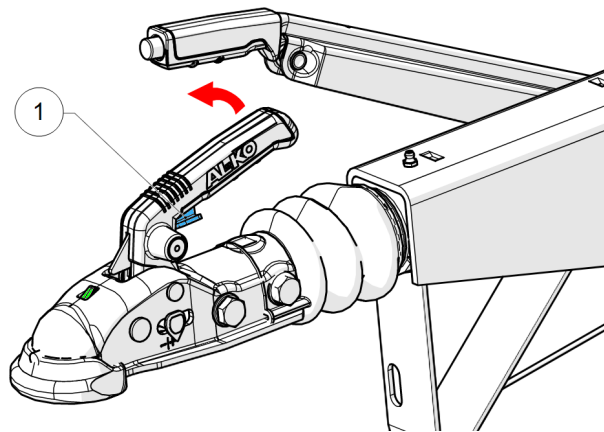

Abbildung 22 - Kugelpkupplung
5. Halten Sie den Griff an der Kugelpkupplung fest, drücken Sie die Sperre (1, Abbildung 22) mit Ihrem Zeigefinger und heben Sie den Griff.